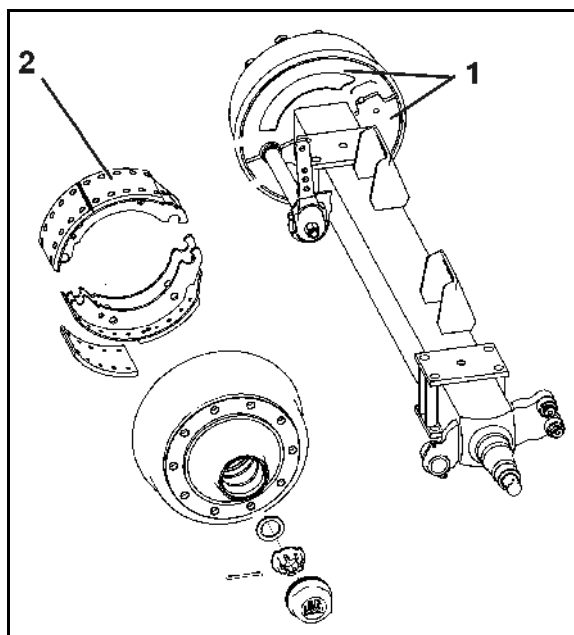

Fig. 83
1. Skru av de to dekkplatene (Fig. 83/1) på innsiden av bremsetrommelen.
Smuss som har trengt inn kan feste seg på bremsebelegget (Fig. 83/2) og føre til vesentlig nedsatt bremseeffekt.